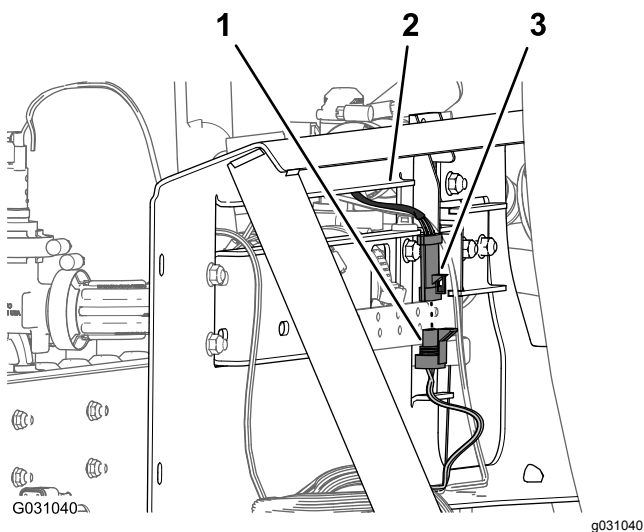

Bild 110
6. Stecken Sie den 3-Stift-Stecker für den Kabelbaum des Rührwerkventils in den 3-Buchsen-Stecker des 203-cm-Kabelbaumzweigs, der mit **Agitation Valve** beschriftet ist (Bild 110).